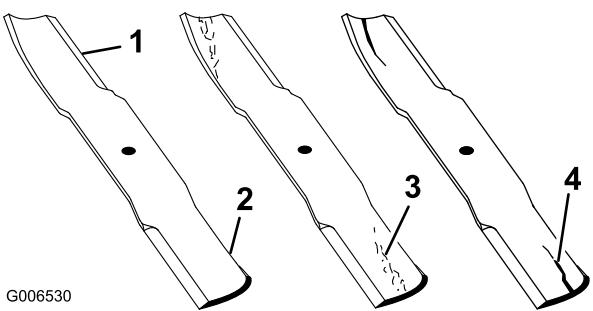

Figura 25
4. Examine cuidadosamente los extremos de corte de la cuchilla, sobre todo en el punto de reunión entre la parte plana y la parte curva de la cuchilla (Figura 25).
**Nota:** Puesto que la arena y los materiales abrasivos pueden desgastar el metal que conecta las partes curva y plana de la cuchilla, compruebe la cuchilla antes de utilizar la máquina. Si observa desgaste (Figura 25), cambie la cuchilla; consulte Cómo retirar la cuchilla.
Si se permite que la cuchilla se desgaste, se formará una hendidura entre la vela y la parte plana de la cuchilla (Figura 25). Con el tiempo, una parte de la cuchilla podría desprenderse y salir lanzada desde debajo de la carcasa, posiblemente causando lesiones graves a usted o a otra persona.